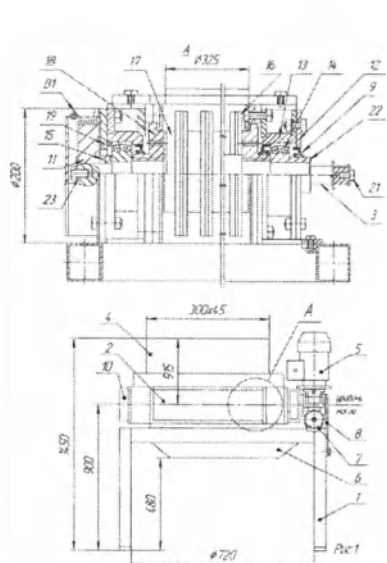

Рис. 2 Измельчитель
4.5.3 Измельчитель (см. рис.2) состоит из 1-рамы, 2 -рабочей камеры, 3-приводного вала, 4- загрузочного окна, 5-электродвигателя, 6-окна выгрузки, 7- червячного редуктора NMRV-130-30-47-B5-11, 8- реактивной тяги, 9- сальников 1-105x80x10 (5шт), 10-крышки шестеренчатой пары, 11-шестеренчатой пары, 12- крышки подшипников, 13- корпусов подшипников, 14- подшипников (113611 ГОСТ5721-75 4шт), 15-дистанционных втулок (2шт), 16- дисковых ножей, 17-дистанционных шайб (12шт), 18- прижимных гаек М58х2,0 (4шт), 19- распорных втулок(2шт), 21- болта фиксации редукторов 22- распорной втулки редуктора, 23- болтов фиксации шестерен (2шт).